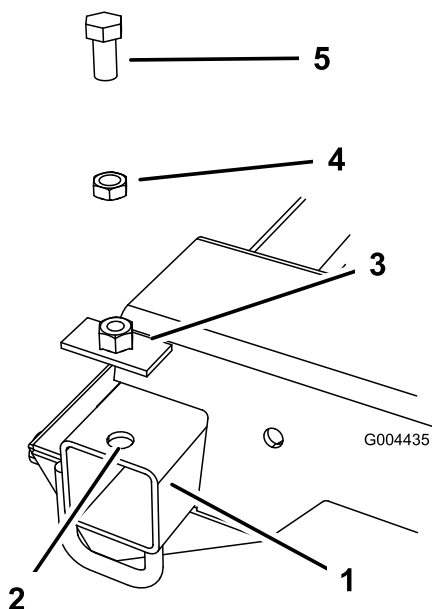

図 3
1. 溶接プレートをフレームの端に合わせ 図 3、トランスファポンチを使って、プレートのセンターに印を打つ。
2. プレートをフレームから外し、ボックス型のフレームチューブポンチで印が打たれた場所に、ドリルでパイロット穴を開ける 図 3。穴の大きさを 13-15 mm に広げる。